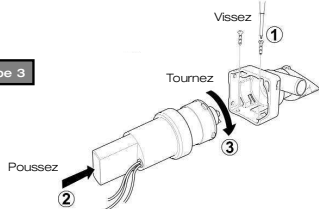

Figure 3 NE PAS visser la pompe directement dans la coque
| Figure 3. | Montaggio |
- BE9002 - Interruttore con galleggiante (solo per modelli 500) rif. fig. 3